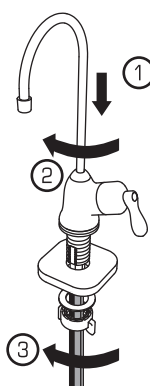

Fig. 20
2. **Presione** la canaleta de la llave sobre la estructura principal de la misma ① y atornille la tapa de canaleta en la estructura de la llave ②. **Destornille** la tuerca de mariposa y arandela de metal para quitarlas, dejando la arandela de goma contra la estructura de la llave (Fig. 20).